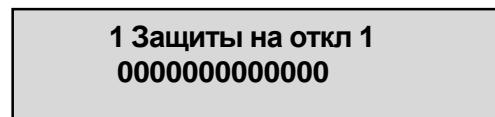

Рисунок 5.7 – Вид уставки «Защиты на откл 1» на OLED-дисплее
1) На экране OLED-дисплея появится соответствующая надпись (рисунок 5.7).